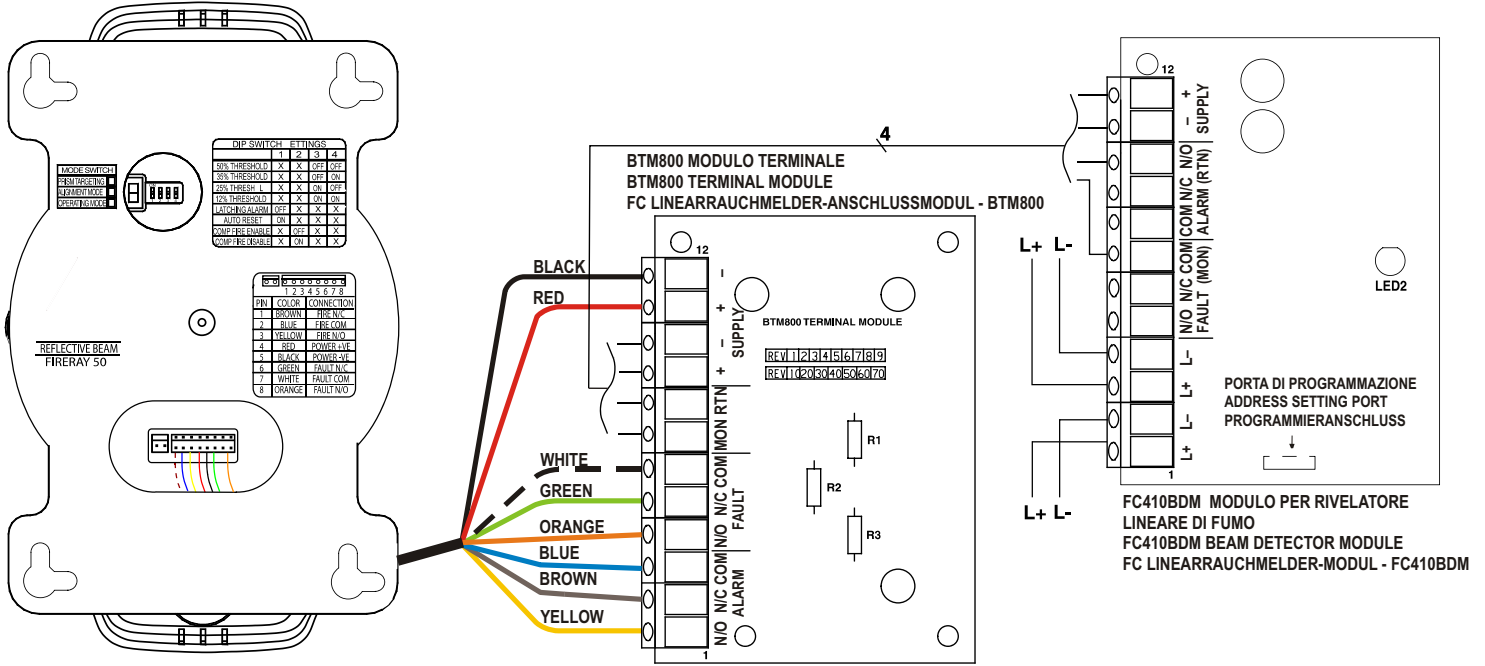
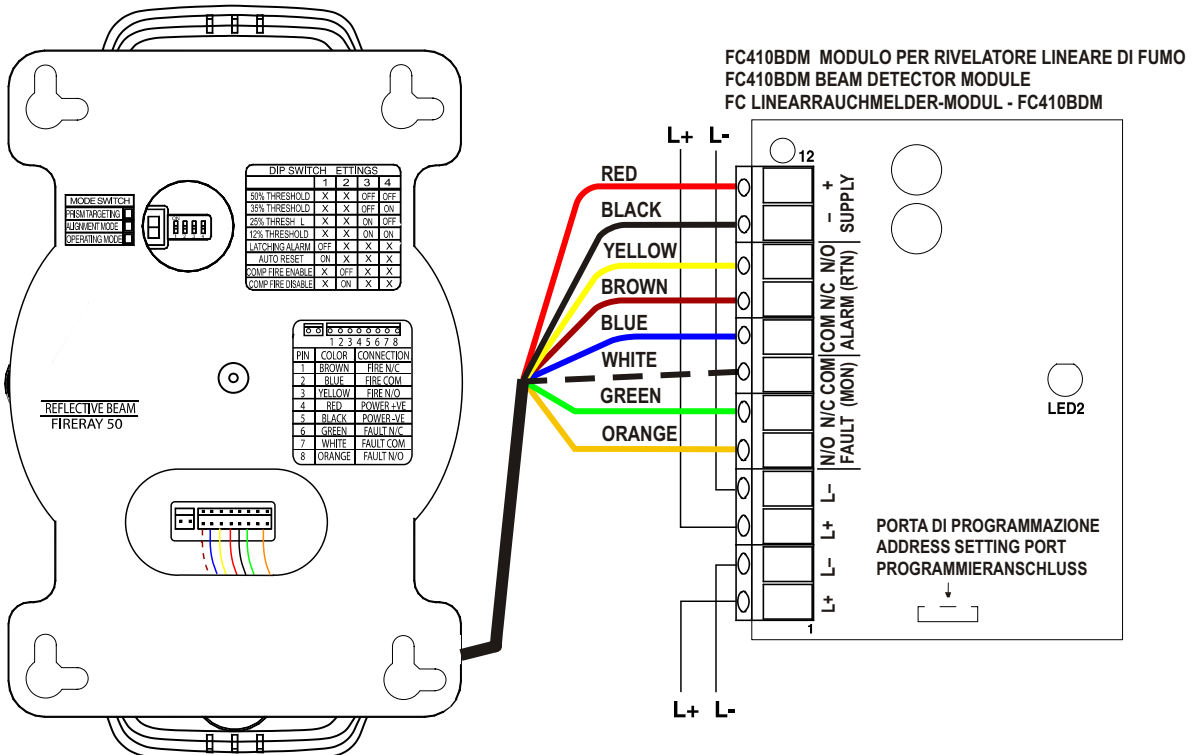

FIG. 4 Schema di collegamento FC410BDM con BTM800 e Fireray 50/100 - BTM800 to FC410BDM Wiring for Remote Siting of Fireray 50/100 Beam Detectors
FIG. 5 Schema di collegamento FC 410BDM con Fireray 50/100 - Fireray 50/100 Simplified Wiring Diagram - Anschluss des FC410BDM an das FIRERAY 50/100
- 4) Connect the wiring to the Fireray detector. For FC410BDM typical wiring configurations (see Figures 4 to 5).
Fig. 4 shows the Fireray 50/100 connected via a BTM800 Terminal Module. Fig. 5 shows the Fireray 50/100 wiring diagram.
- 4) Collegamento al rivelatore FIRERAY. Per lo schema di collegamento del FC410BDM vedere fig.4 e fig.5.
Vedere Fig.4 per il collegamento del Firearay 50/100 tramite il modulo terminale BTM800.
Vedere Fig.5 per lo schema di collegamento del Firearay 50/100.